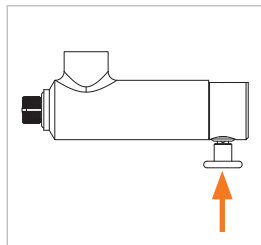

Figure 8
- ▶ Appuyez sur le bouton de soupape (Pos. 4) (Figure 8). Les mâchoires de serrage coïncident.